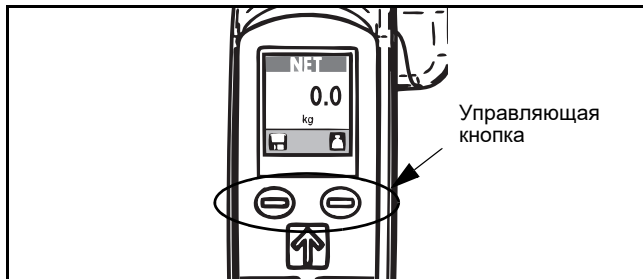

Рис. 69
- 1) При запуске прибора нажмите одновременно обе управляющие кнопки весов (см. Рис. 69).